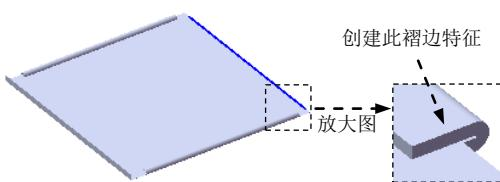
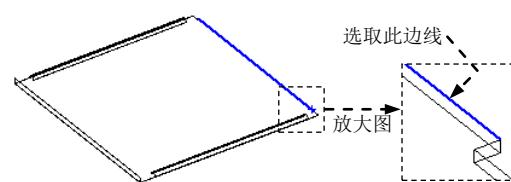

图 17.11.41 创建褶边 3
图 17.11.42 定义特征的边线
Step10. 创建图 17.11.41 所示的褶边 3。选择下拉菜单 **插入(I)** → **钣金(H)** → **褶边(E)...** 命令；单击 **边线(E)** 区域中的“材料在内”按钮 **C**。选取图 17.11.42 所示的模型边线为生成褶边的边线；在 **类型和大小(T)** 区域中单击“闭合”按钮 **C**，在 **文本框** 中输入角度值 3.0。单击 **确定** 按钮，完成褶边 3 的创建。